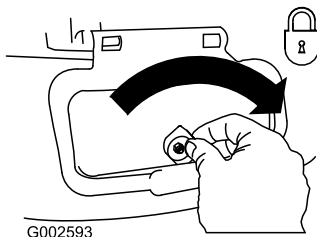

Bild 32
**Wichtig:** Verriegeln Sie die Seitenauswurfklappe nach dem Schließen (Bild 32).